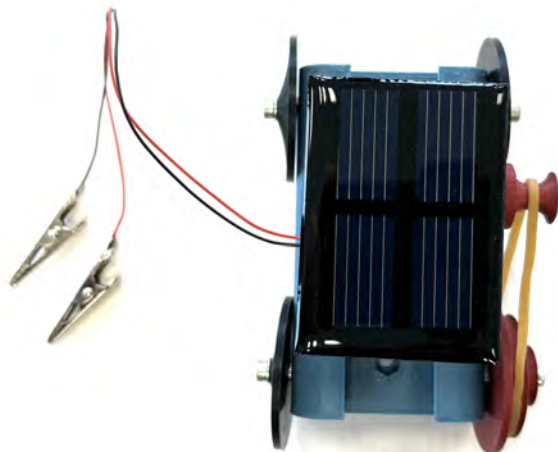

Abb. 20: Die Solarzelle wird mittig platziert und vorsichtig angedrückt.
- (10) Platziert anschließend die Solarzelle mittig über dem Wagen und drückt diese vorsichtig an (Abbildung 20).